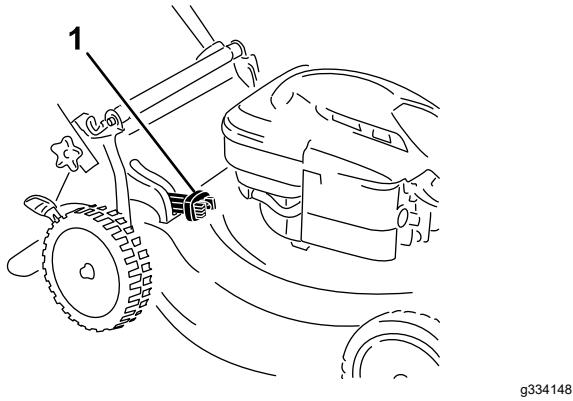

Рисунок 21
- Для сбора скошенной травы и листьев в мешок нажмите кнопку на рычаге включения сбора в мешок и двигайте рычаг вперед, пока кнопка на нем не вернется в исходное положение (Рисунок 21).